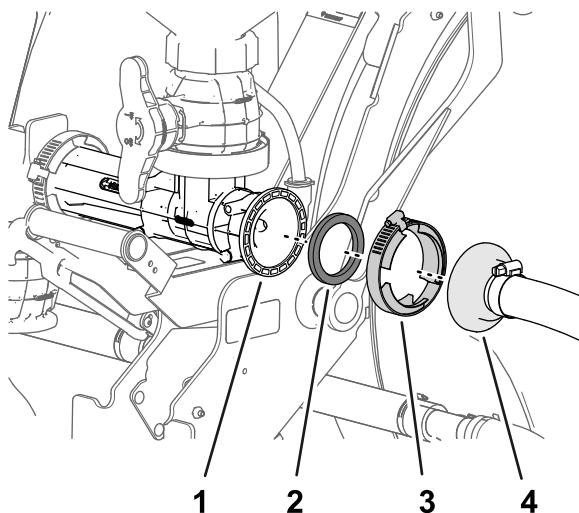

図 31
1. エダクタの給液ホースのバーブ付きストレートフィッティングを、ガスケットおよびフランジクランプと共にフランジに組み付ける図 31。